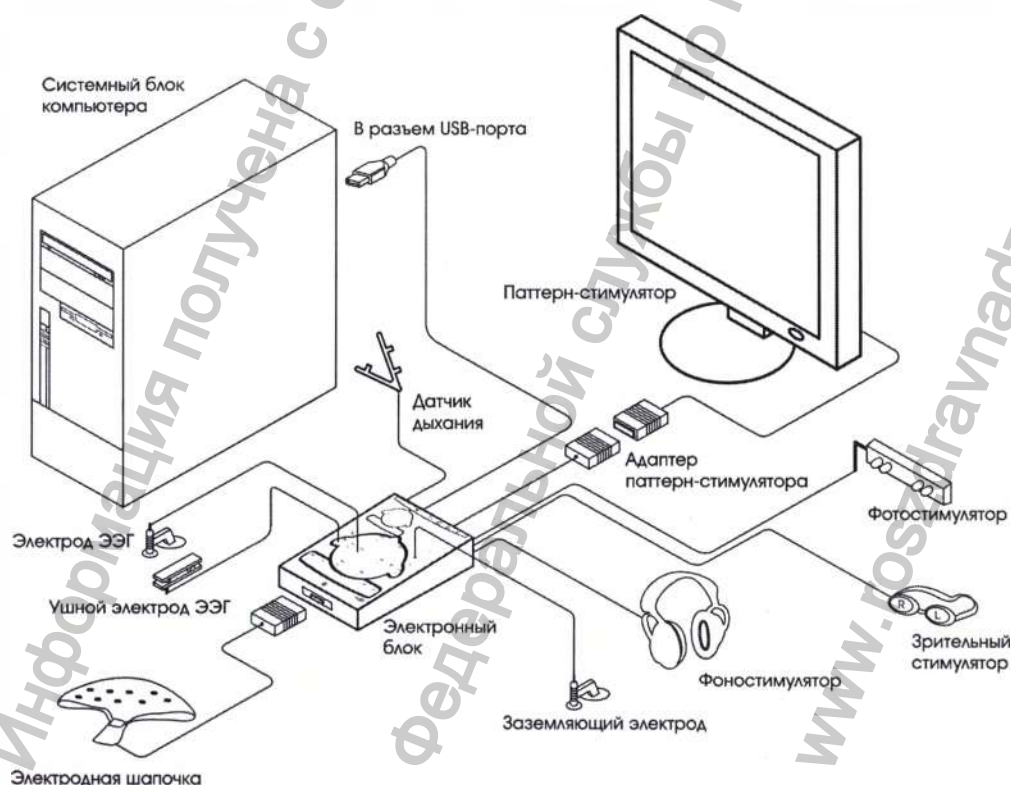

Рис. 14. Схема подключения комплекса
Общая схема подключения комплекса приведена на рис. 14. Комплекс должен обязательно подключаться к USB-порту на системном блоке компьютера или к USB-разветвителю (USB-hub), имеющему питание от сети. Подключение к USB-разъемам на мониторе или клавиатуре компьютера не гарантирует правильной работы прибора. Подключение комплекса к пассивному USB-разветвителю (без питания от сети) недопустимо.
1. Подготовьте к работе необходимое оборудование, включая необходимые для проведения ЭЭГ обследования стимуляторы (см. раздел 2.4 «Сборка и подключение к компьютеру», рис. 14). Как правило, при рутинной ЭЭГ для выполнения функциональной пробы фотостимуляции используется фотостимулятор, расположенный на специальной стойке.